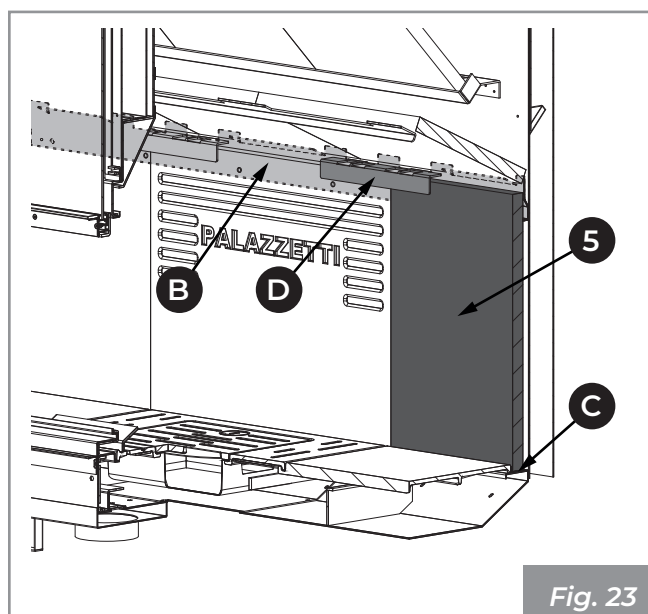

Fig. 23
- 3) Apoyar el panel posterior refractario izquierdo (5) a la pared del econobloque y deslizarlos suavemente hasta su posición, centrando la guía (C) presente en la base de hierro fundido (Fig. 23).
- 4) Bloquear el refractario con la abrazadera (D) de ensamblaje en el soporte (B) ().